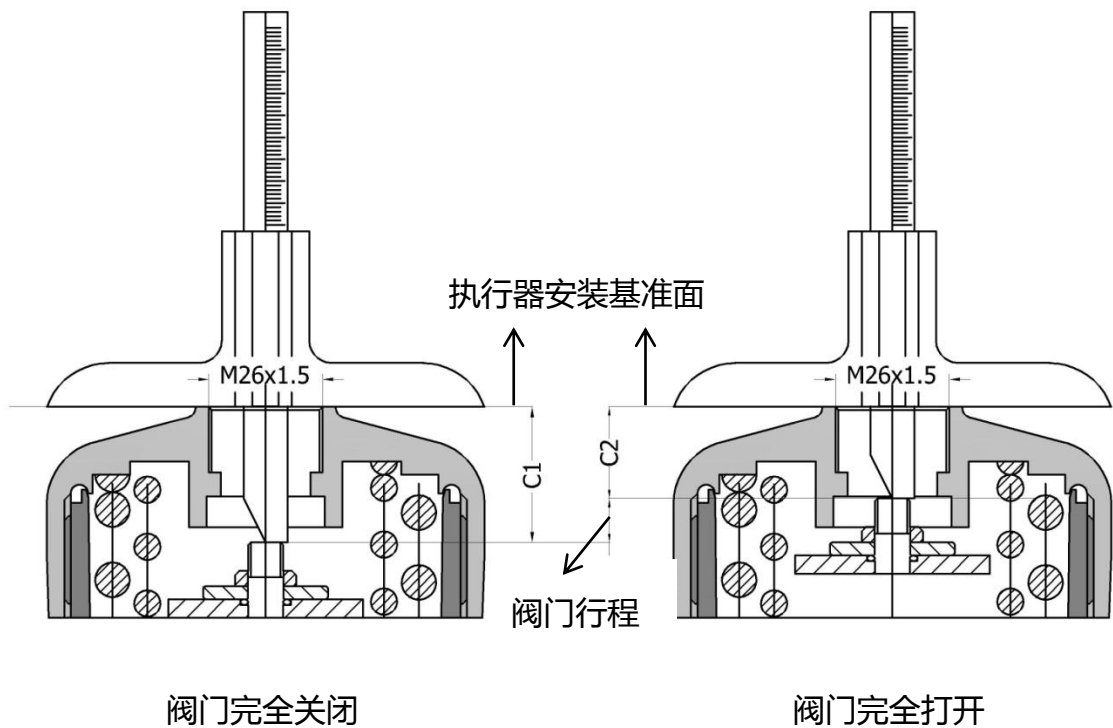

图4. 执行器测量
2. 阀门处于完全关闭和完全打开状态时,用**深度尺**分别测量执行器阀杆顶端到执行器顶部安装基准面的距离 C1 值和 C2 值 (图 4 中标注所示) 并记录。